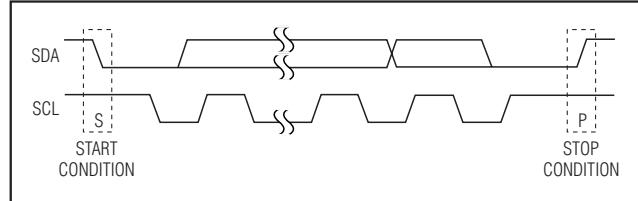

图2. START和STOP条件
每次传输过程包括：主机发送一个START条件，接下来发送MAX7320的7位从地址和R/W位，然后发送1个或更多的数据字节，最后发送STOP条件终止传输(图2)。
串行接口空闲时，SCL和SDA均保持高电平。主机通过发出START (S)条件指示传输开始，START条件是在SCL为高时、SDA由高至低的跳变产生的。主机完成与从机的通信时，主机发出STOP (P)条件，STOP条件是在SCL为高时、SDA由低至高的跳变产生的。之后，释放总线，以进行下一次传输(图2)。